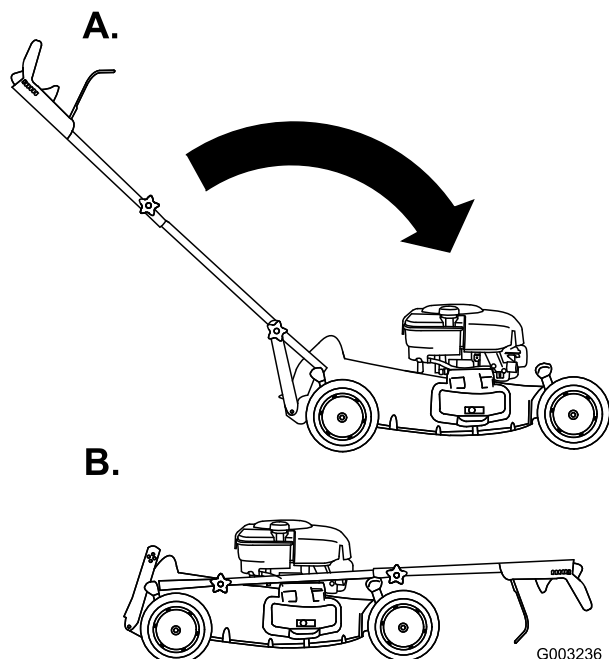

**Figura 55**
1. Retire los pomos del manillar inferior (Figura 55).
2. Desenganche los soportes del manillar inferior del extremo inferior de ambos lados del manillar (Figura 55).